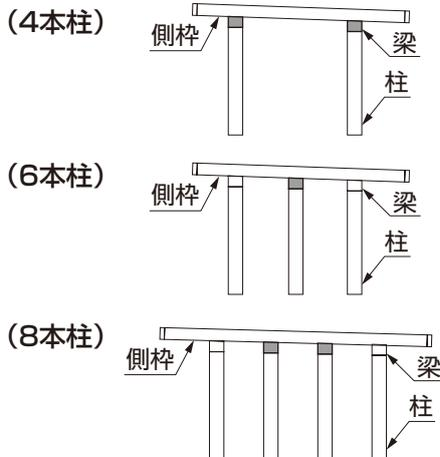

図4-10 側枠取付金具取付位置
- ①図4-10の取付け位置の梁に側枠取付金具を仮当てし、取付用の下穴φ3.5をあけて【11-1】で取付けてください。